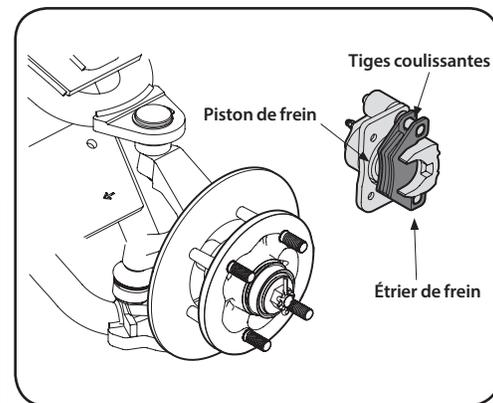

Figure 6-14
2. Retirez l'étrier de frein du disque de frein. Voir Figure 6-14.
4. Nettoyez et lubrifiez les tiges coulissantes. Voir Figure 6-14.
5. Appuyez sur le piston de frein. Voir Figure 6-14.